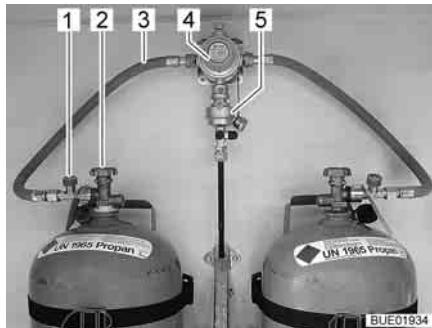
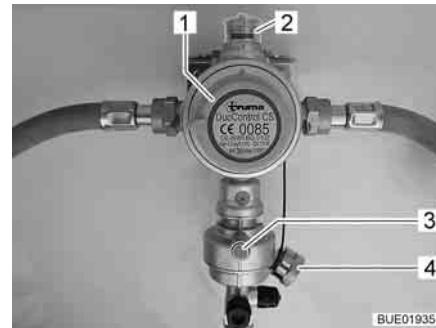

Fig. 58 Bombole del gas con DuoControl
Fig. 59 Impianto di regolazione Duo-Control
L'impianto di regolazione DuoControl consiste in una valvola di commutazione (Fig. 58,4) e un sensore crash (Fig. 58,5). L'impianto di regolazione DuoControl è installato tra i tubi flessibili del gas (Fig. 58,3) con un dispositivo antirottura del tubo flessibile (Fig. 58,1). Con la manopola (Fig. 59,1) sulla valvola di commutazione è possibile stabilire quale delle bombole del gas viene utilizzata come bombola in uso e quale come bombola di riserva.
Nella finestra di controllo (Fig. 59,2) viene visualizzato lo stato del rifornimento di gas:
Il funzionamento con una sola bombola del gas è consentito, ma in questi casi il collegamento aperto deve essere assolutamente chiuso con una copertura cieca (Fig. 59,4).
Il sensore crash blocca l'alimentazione del gas in caso di forti vibrazioni (es. incidente). Il sensore crash viene azionato mediante pressione del tasto reset verde (Fig. 59,3).
Il dispositivo antirottura del tubo flessibile (Fig. 58,1) blocca il flusso di gas quando il tubo flessibile collegato si rompe. Il dispositivo antirottura del tubo flessibile deve essere attivato premendo il tasto verde.
Tramite la centralina di controllo (Fig. 60) è possibile attivare e disattivare l'alimentazione del gas tramite l'impianto di regolazione DuoControl. Le valvole principali di arresto (Fig. 58,2) delle bombole del gas e i rubinetti di arresto del gas degli apparecchi devono essere aperti manualmente.
- Con la manopola (Fig. 59,1) sulla valvola di commutazione selezionare la bombola del gas, da cui proviene la principale alimentazione del gas (bombola in uso). Girare la manopola fino all'arresto.
- Aprire le valvole principali di arresto (Fig. 58,2) delle bombole del gas.
- Premere il tasto verde del dispositivo antirottura del tubo flessibile (Fig. 58,1). Nella finestra di controllo (Fig. 59,2) viene visualizzato il simbolo verde.
- Chiudere le valvole principali di arresto (Fig. 58,2) delle bombole del gas.
Se la spia di controllo verde (Fig. 60,6) si spegne durante il funzionamento e la spia di controllo rossa (Fig. 60,5) si accende, significa che la bombola in uso è vuota e deve essere sostituita. Nella finestra di controllo (Fig. 59,2) viene visualizzato il simbolo rosso. La bombola di riserva continua ad alimentare le utenze a gas.
- Ruotare di mezzo giro la manopola (Fig. 59,1) in direzione della bombola del gas utilizzata. In questo modo questa bombola del gas ora è la bombola in uso, mentre la bombola del gas vuota diventa la bombola di riserva. Il simbolo nella finestra di controllo (Fig. 59,2) passa da rosso a verde.
- Chiudere la valvola principale di arresto (Fig. 58,2) della bombola del gas vuota. Osservare la direzione della freccia.
- Premere il tasto verde del dispositivo antirottura del tubo flessibile (Fig. 58,1).